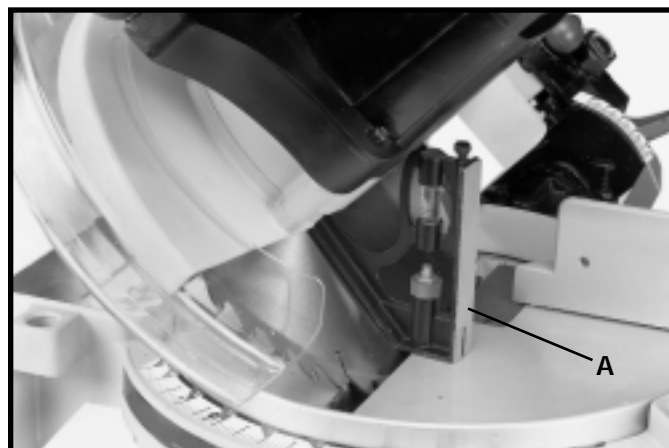

Fig. 28
6. À l'aide d'une équerre à combinaisons (A) fig. 28, vérifiez si la lame est à 45° par rapport à la table comme l'illustre la figure.